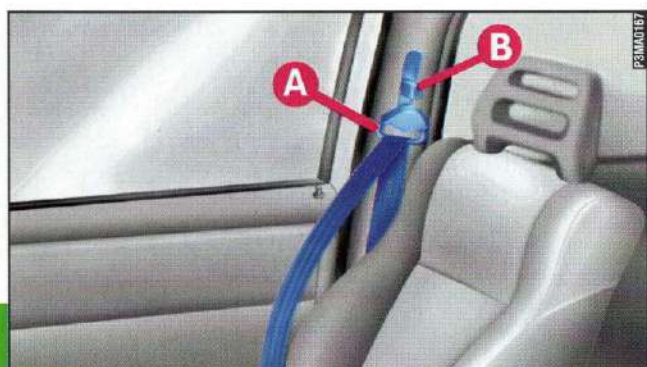

fig. 9
- per alzare sollevare l'anello oscillante **A**-fig. 9